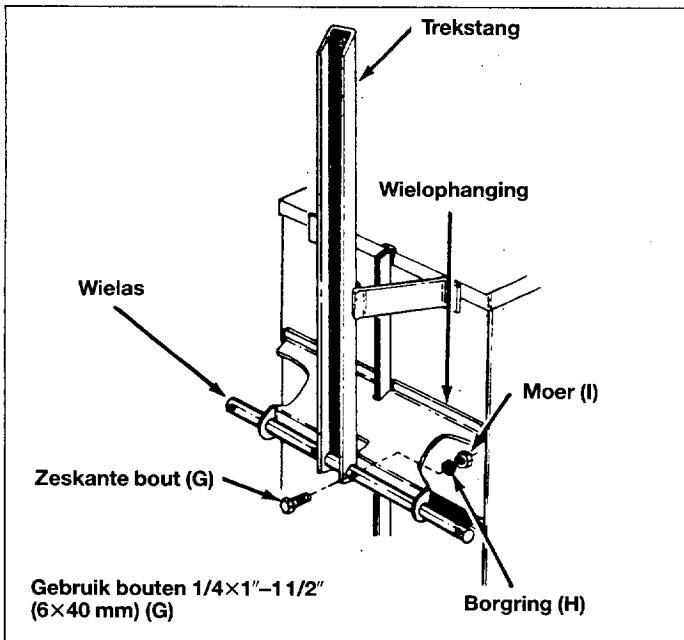

Fig. 11
16. Monteer de wielas en de trekstang in de wielophanging. Zorg er voor dat trekstang met de geopende zijde naar beneden ge monteerd wordt. Zet de as vast in de wielophanging met bout 6×40 mm (G), borgringen (H) en moeren (I). Zie fig. 11.